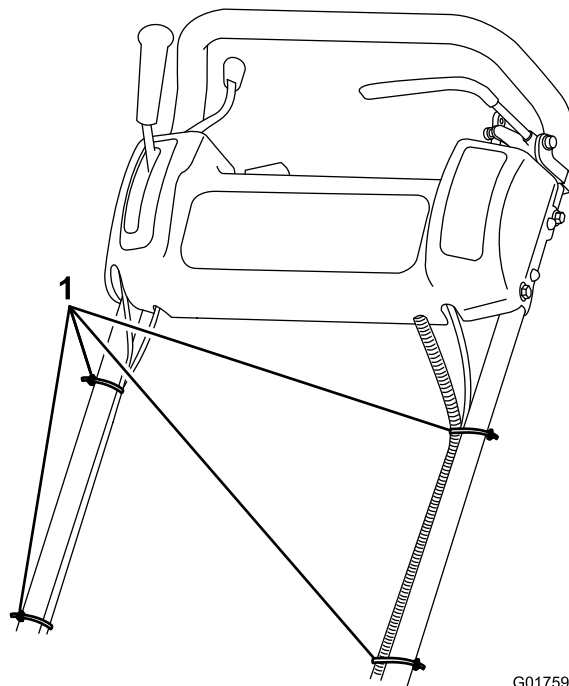

図 4
8. ケーブルタイを使って制御用ケーブルとワイヤハーネスをハンドルに固定する 図 4。